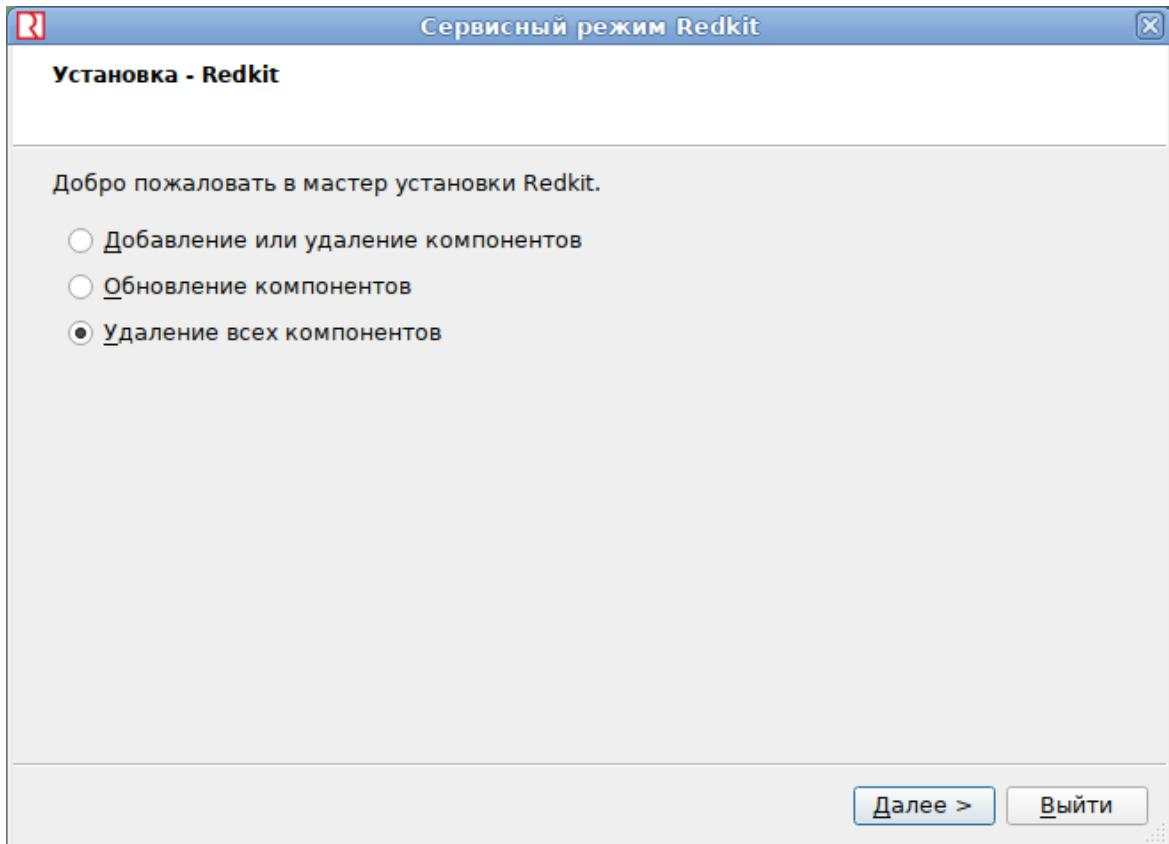

Рисунок 245 - Удаление Redkit
2. В графическом окне выберите "Удаление всех компонентов" (Рисунок 245).